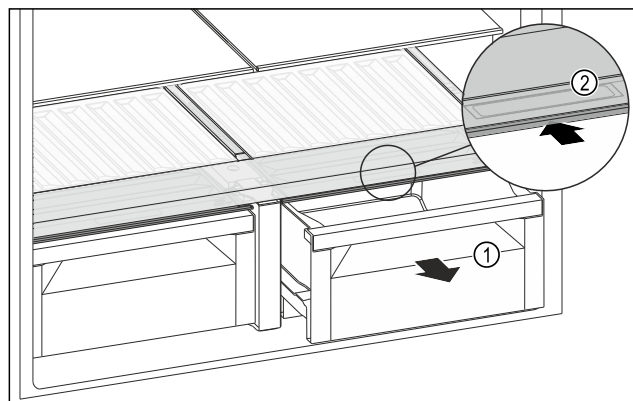

Fig. 123
- Estrarre il cassetto Fig. 123 (1).
- Afferrare la maniglia incassata Fig. 123 (2) sul coperchio dello scomparto e spingere allo stesso tempo all'indietro il coperchio dello scomparto.